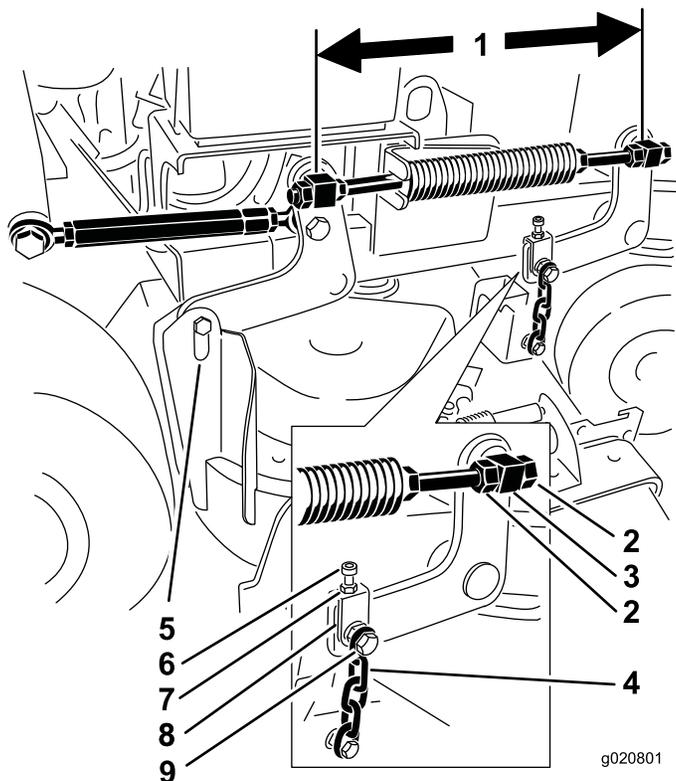

Figura 82
- Verificate la distanza tra le parti girevoli, prendendo come riferimento per la misurazione il centro delle parti girevoli (distanza da centro a centro) su ogni asta filettata (Figura 82).
11. Se occorre regolare, allentate il bullone superiore della catena (Figura 82).
5. Allentate i bulloni superiori della catena (Figura 82).